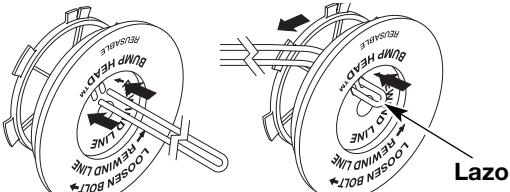

Fig. 34
- Tome aproximadamente 6 m (20 pies) de nueva línea de corte, enlácela en dos longitudes iguales. Inserte cada extremo de la línea a través de uno de los dos orificios del carrete interior (Fig. 34). Pase la línea a través del carrete interior de modo que el lazo sea lo más pequeño posible.